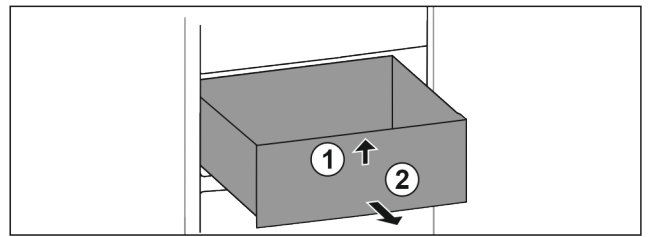

Fig. 81
- ▶ Sollevare il cassetto dal davanti. Fig. 81 (1)
- ▶ Rimuovere il cassetto tirandolo in avanti. Fig. 81 (2)